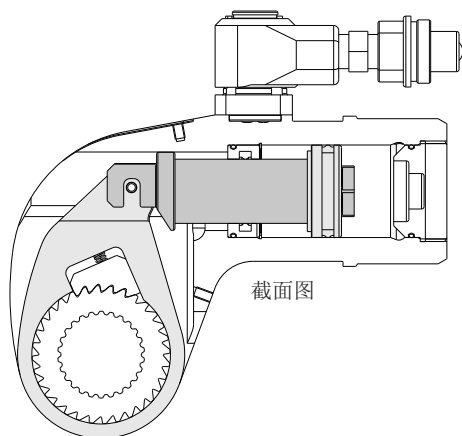

图 20
**注意** 确保在以下步骤中正确安装棘轮杆、棘爪、棘轮和棘轮杆销。未能正确安装此类零件将导致组件损坏。参见图 18 和图 20。
### 5.3.6 - 活塞重新装配和安装（图 20 和图 22）